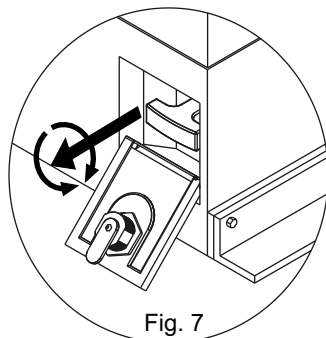

Fig. 7
- Afferrare la maniglia dello sblocco e tirare verso l'esterno vincendo la resistenza della molla interna (fig. 7).